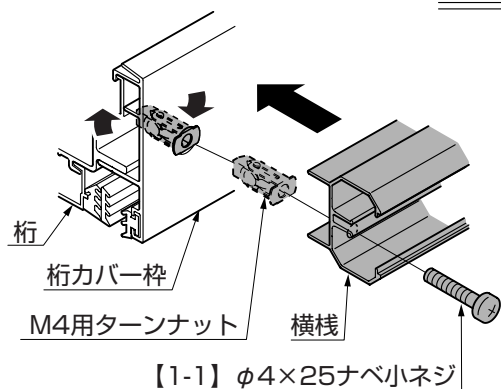
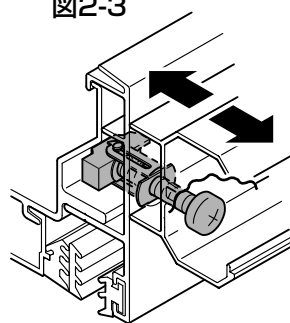
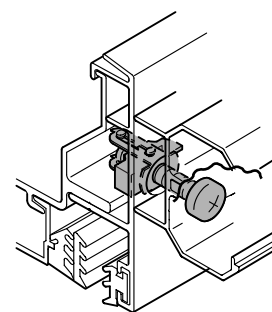

図2-4
図2-5
図2-6
- ターンナットは地面に対して水平方向に回転させてください。垂直で回転させると桁内部でターンナットが干渉して回転しない場合があります。(図2-4、図2-5、図2-6参照)